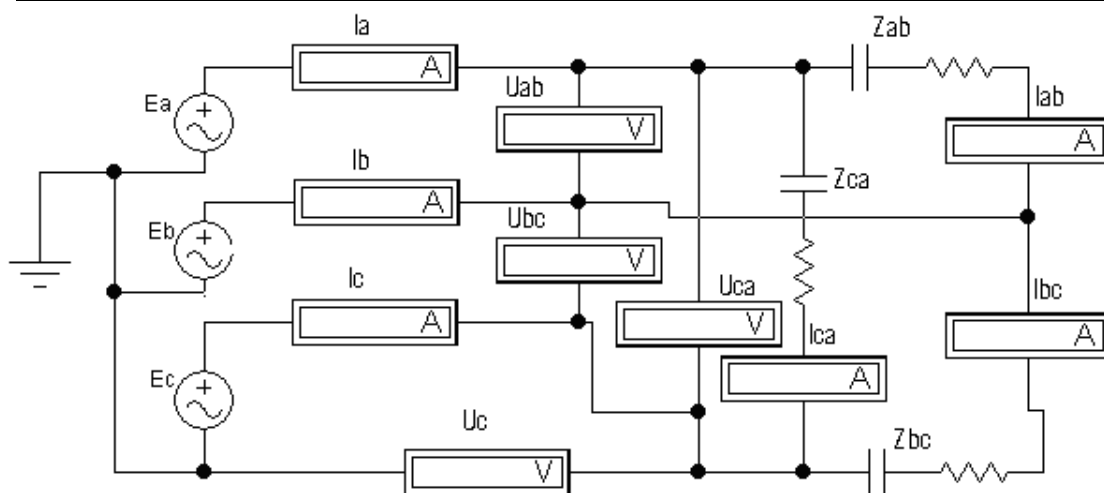

Рис.6. Схема моделирования звезда – треугольник с несимметричной нагрузкой
3.4. Соединение звезда-треугольник с несимметричной нагрузкой (рис.6).